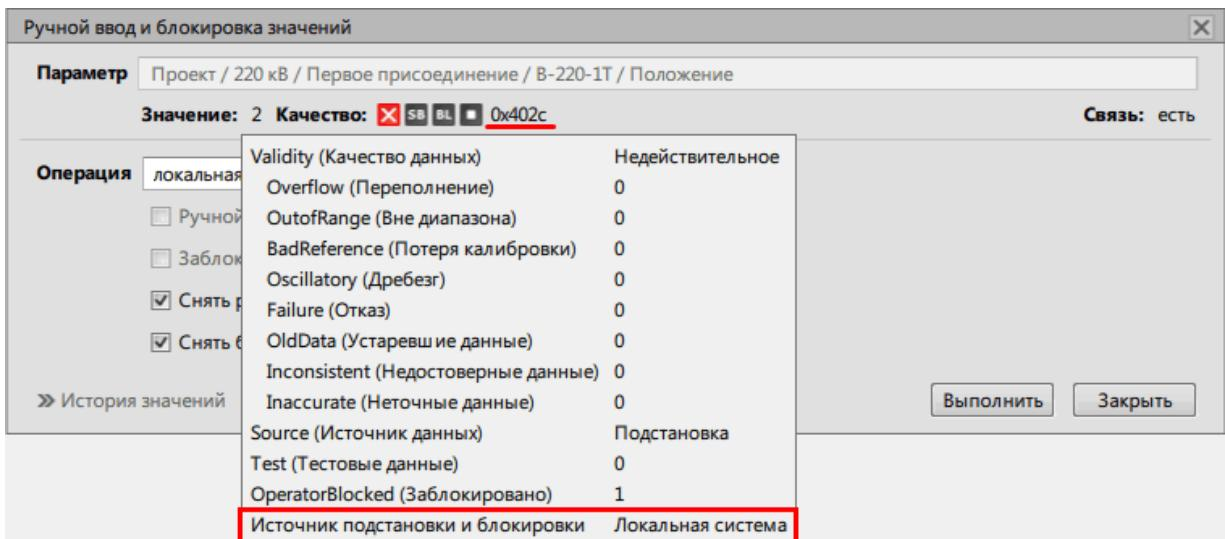

Рисунок 183 - Источник подстановки и блокировки
1. На основе атрибута качества **Источник подстановки и блокировки** выберите тип операции: «Внешняя система» – «внешняя» операция, «Локальная система» – «локальная» операция (Рисунок 183).